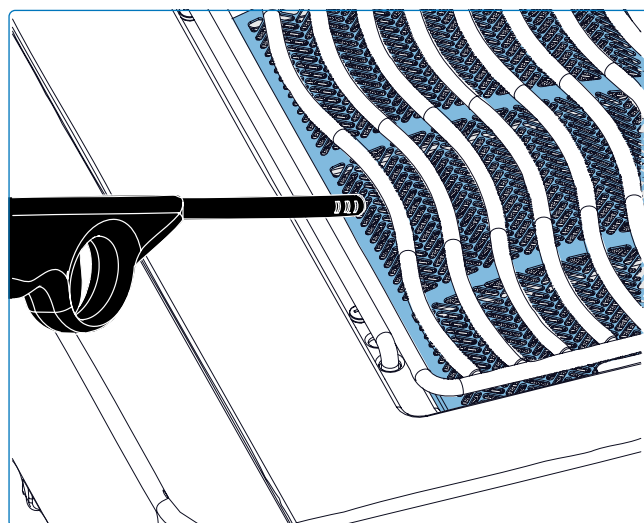

Fig. 2
2. Steek een lange lucifer of butaanaansteker aan en houd deze dicht bij de branderopeningen (**Afbeelding 2**).